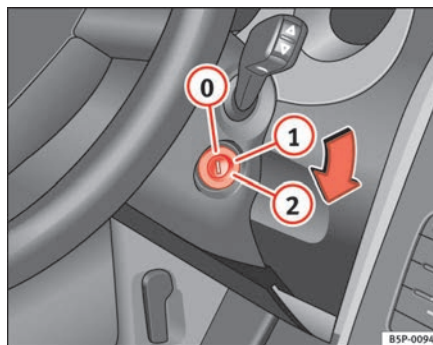

Fig. 137 Posiciones de la llave de contacto
En esta posición ⇒ fig. 137 el encendido y el motor están desconectados pudiéndose bloquear la dirección.
- Gire la llave de contacto hasta la posición ⇒ página 172, fig. 137 . El testigo  se encenderá en caso de precalentamiento del motor.
- Gire la llave de contacto a la posición ⇒ página 172, fig. 137